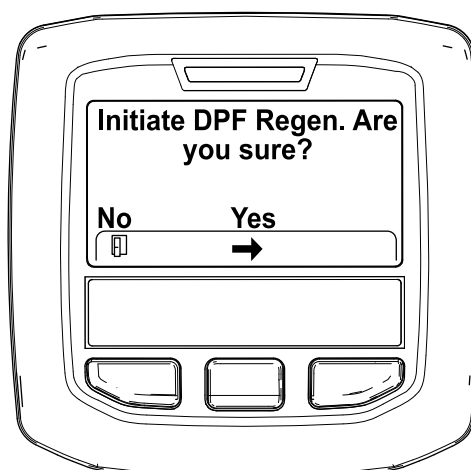

Figura 28
4. Quando viene visualizzato il messaggio "Inizializzare Rigen. FAP?" premete il pulsante centrale (Figura 28).